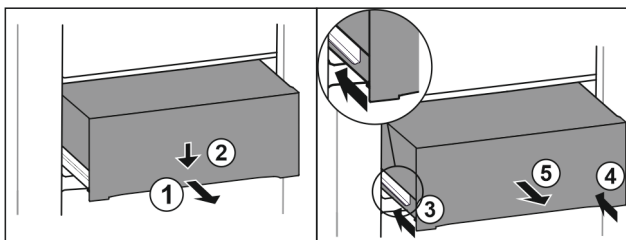

Fig. 208
- ▶ Izvucite ladicu na pola. Fig. 208 (1)
- ▶ Pritisnite ladicu naprijed prema dolje. Fig. 208 (2)
- ▶ Gurnite lijevu vodilicu za oko 2 cm. Fig. 208 (3)
- ▶ Gurnite desnu vodilicu za oko 2 cm. Fig. 208 (4)
- ▶ Izvadite ladicu prema naprijed. Fig. 208 (5)